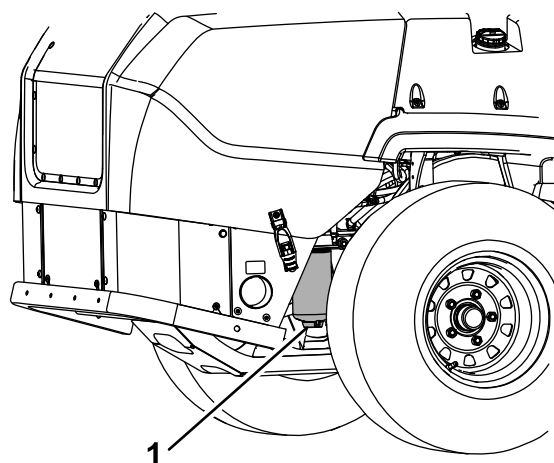

Figura 40
4. Abra o tampão de drenagem no separador de água aproximadamente 1 volta para permitir que a água e outros contaminantes drenem (Figura 40).